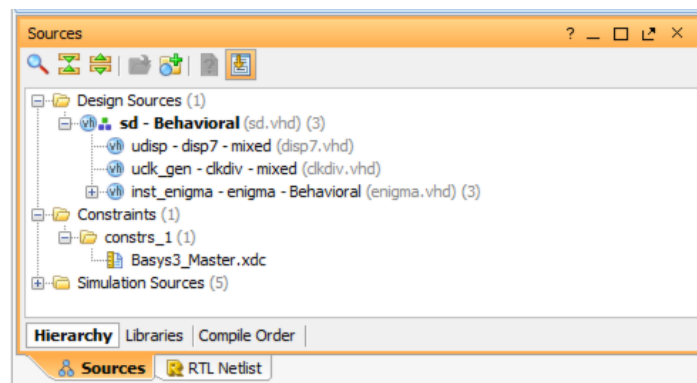

Figura 15. Hierarquia do projeto incluindo `sd`, `clkdiv`, `disp7` e `Basys3_Master.xdc`
- 7.3. Verifique se o ficheiro `sd.vhd` está definido como módulo de topo (faça clique direito no ficheiro e selecione a opção “*Set as Top*”). Verifique também se a hierarquia do projeto inclui os componentes `clkdiv`, `disp7` e `Basys3_Master.xdc`, conforme indicado na Figura 15. A inclusão destes componentes é obrigatória e deve ser sempre verificada (**a não inclusão do ficheiro `Basys3_Master.xdc`, pode DESTRUIR o dispositivo, e caso isso aconteça ser-lhe-ão pedidas responsabilidades**).